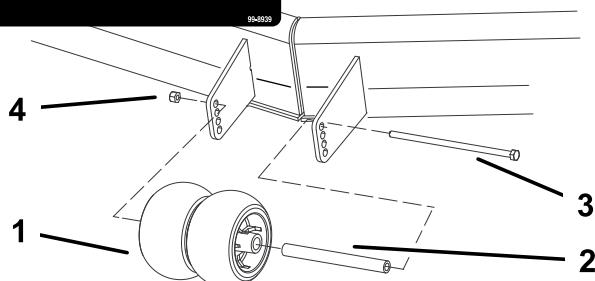

Figure 20
3. Après avoir réglé la hauteur de coupe, réglez les galets en retirant l'écrou à collet, la bague, l'entretoise et le boulon (Figure 19, Figure 20 et Figure 50).
5. Posez l'écrou à embase, la bague, l'entretoise et le boulon. Serrez à 54-61 Nm (Figure 19, Figure 20 et Figure 50).